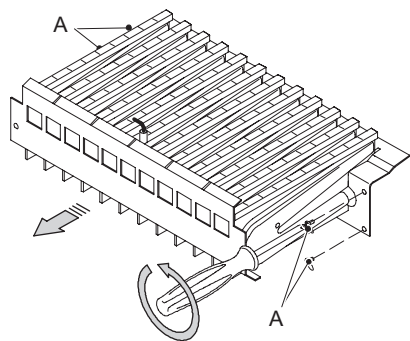

Рисунок 8.1
- Зберіть пальник (Рисунок 8.1), передню панель камери згоряння та знімну стінку герметичної камери.